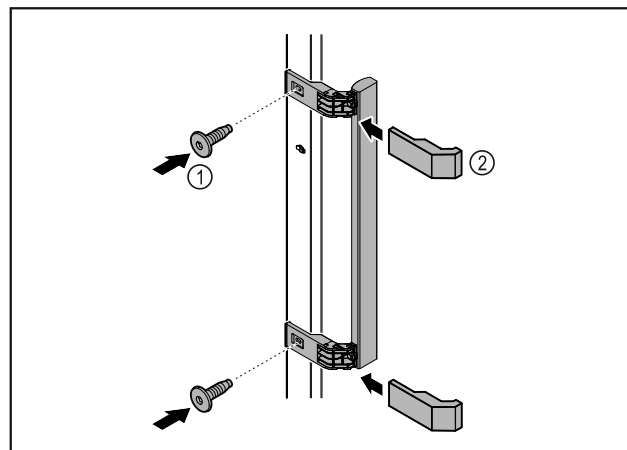

Fig. 8
- ▶ Skru håndtaget i tilbehørspakken fast på døren med de medfølgende skruer Fig. 8 (1).
- ▶ Sæt afdækningen Fig. 8 (2) på.